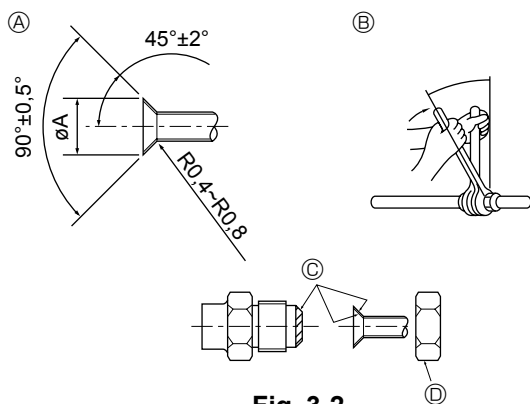

Fig. 3-2
3.2. Connexion des tuyaux (Fig. 3-2)
④ Dimension de l'évasement